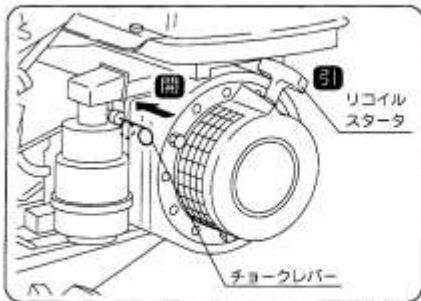

図10
- リコイルスターを3回以上引張っても始動しない時は燃料の吸いすぎになりますのでチョークレバーを「開」位置にしてから再度リコイルスターを引張ってください。(図10)